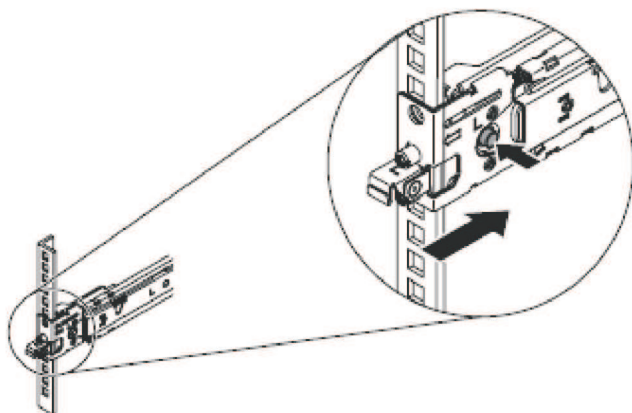

Figura 71. Instalando a extremidade frontal dos trilhos deslizantes
5. Instale a extremidade frontal dos trilhos deslizantes, conforme mostrado em Figura 71.